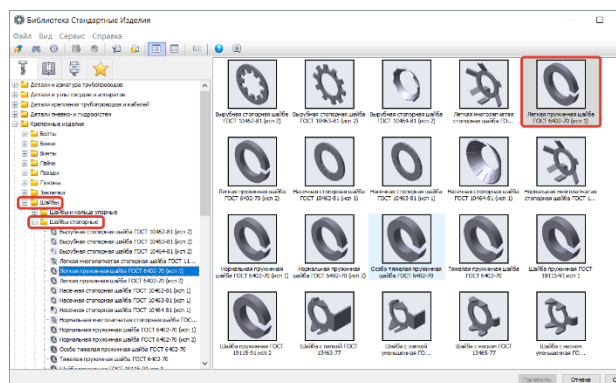

Рисунок 335 – Легкая пружинная шайба
- Выберем Легкая пружинная шайба ГОСТ 6402-70 (исп. 1) (Рисунок 335);